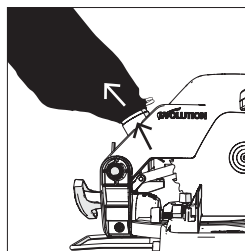

Fig. 31
- Deslize o saco do pó pela porta de extração do pó, e certifique-se de que a mola aperta firmemente a porta com o saco do pó (**Fig. 31**).